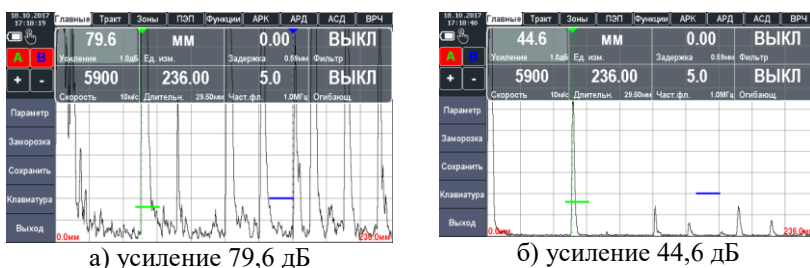

Рисунок 2.15 – Установка усиления приемного тракта
1. Установить усиление приемного тракта «УСИЛ.», указывается в диапазоне от 0 до 126 дБ, с шагом 0,1 или 1 дБ. Необходимо настроить усиление таким образом, чтобы эхо-сигналы не выходили за пределы экрана, а также не были слишком малы (например, чтобы пик самого большого по амплитуде сигнал был на уровне 85% экрана), см. рис. 2.15.